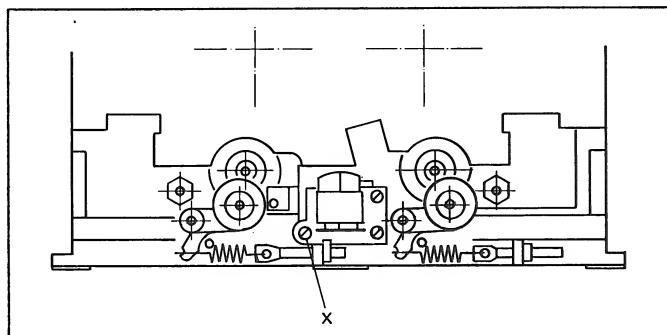

Fig. 5.2
- mit Schraube [X] (Fig. 5.2) auf minimalen Phasenfehler abgleichen